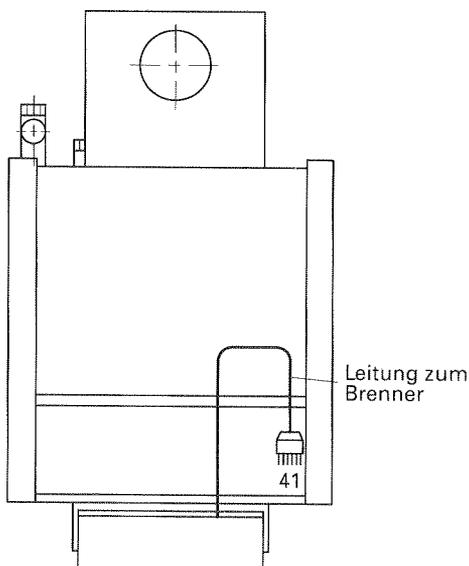

Abb. 9
**15.** Bei Heizkessel ohne motorisch gesteuerte Abgasklappe, ohne Abgasüberwachungseinrichtung und ohne Steckadapter Flüssiggas, Leitungen mit Steckverbinder nach Abb. 9 verlegen.